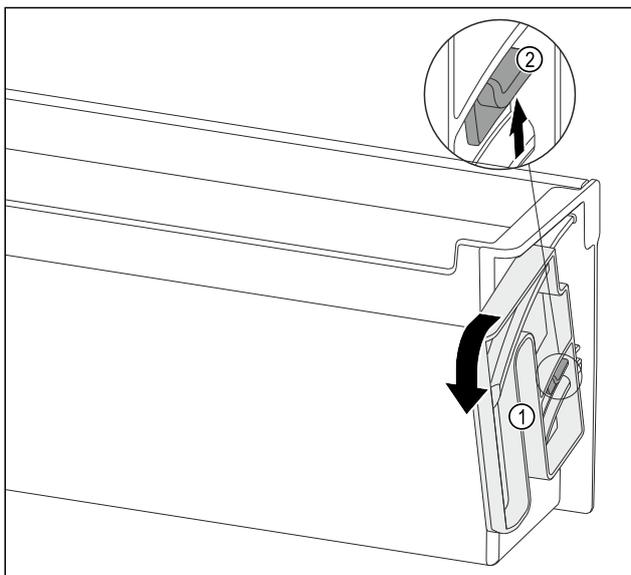

Fig. 145
- ▶ 沿指定方向将旋转单元 Fig. 145 (1)转动到底。
- ▶ 向上按压凸舌 Fig. 145 (2)并取出旋转单元 Fig. 145 (1)。